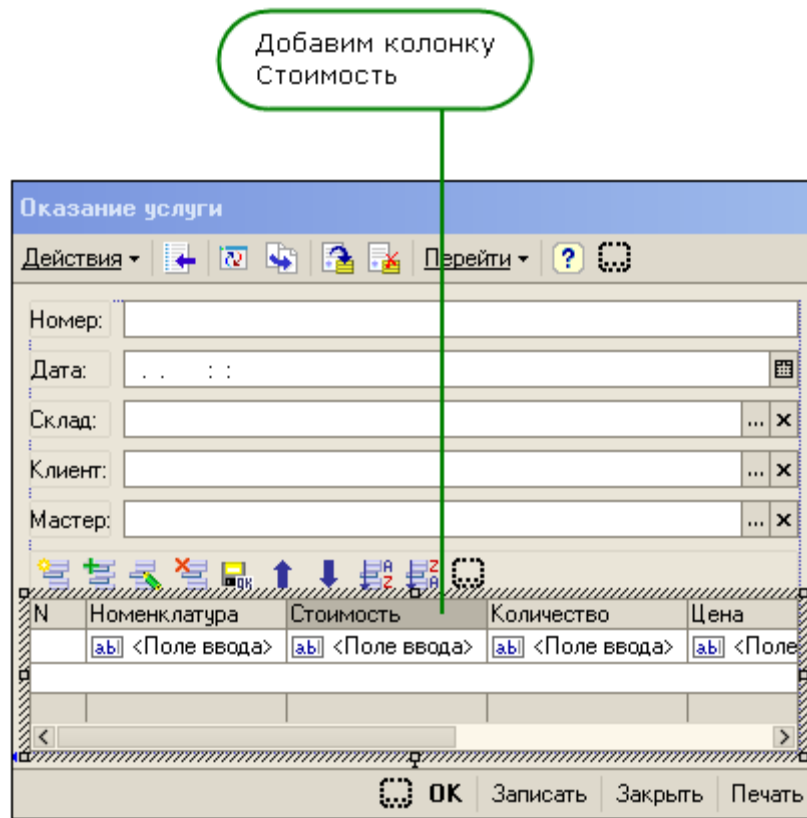

Рис. 7. Изменение формы документа «ОказаниеУслуги»
5. Добавьте в табличное поле колонку, отображающую новый реквизит Стоимость, расположив ее после колонки Номенклатура (рис. 7). Для этого выделите табличное поле и выполните команду контекстного меню Размещение данных. В окне Размещение данных отметьте реквизит Стоимость и нажмите ОК. После этого с помощью мыши перетащите колонку Стоимость после колонки Номенклатура.